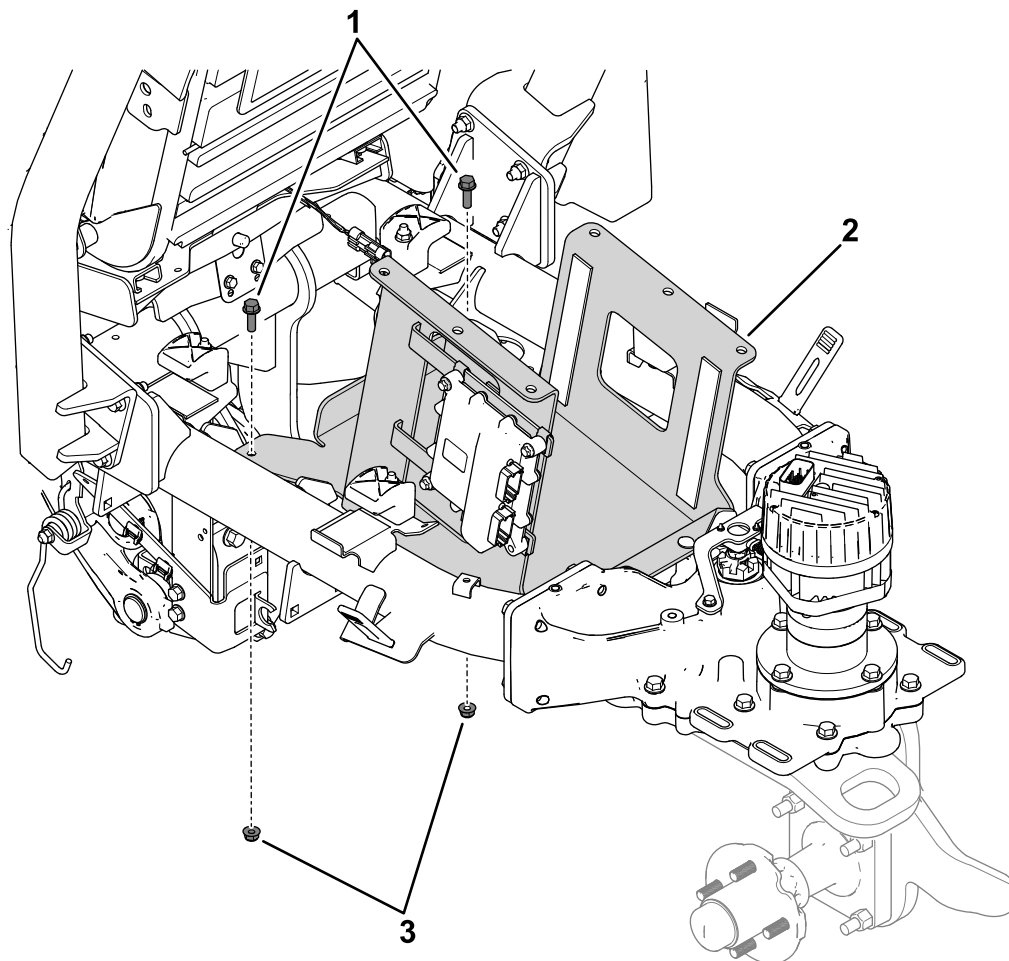

Figura 9
1. Utilize 2 parafusos flangeados (5/16 x 1 pol.) e 2 porcas flangeadas (5/16 pol.) para prender a placa de montagem superior à estrutura da máquina (Figura 9).